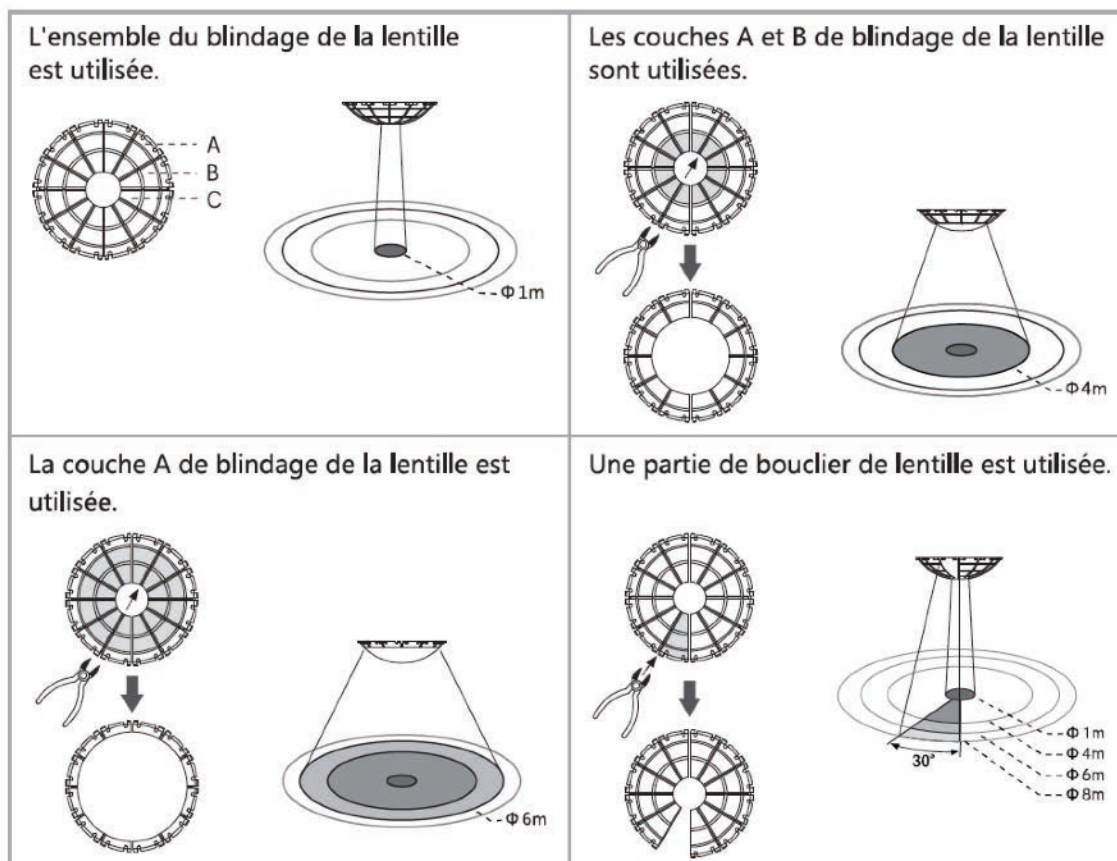

FIG.17
- La partie de l'ombre des boucliers de lentilles dans la figure 17 font référence aux pièces découpées.